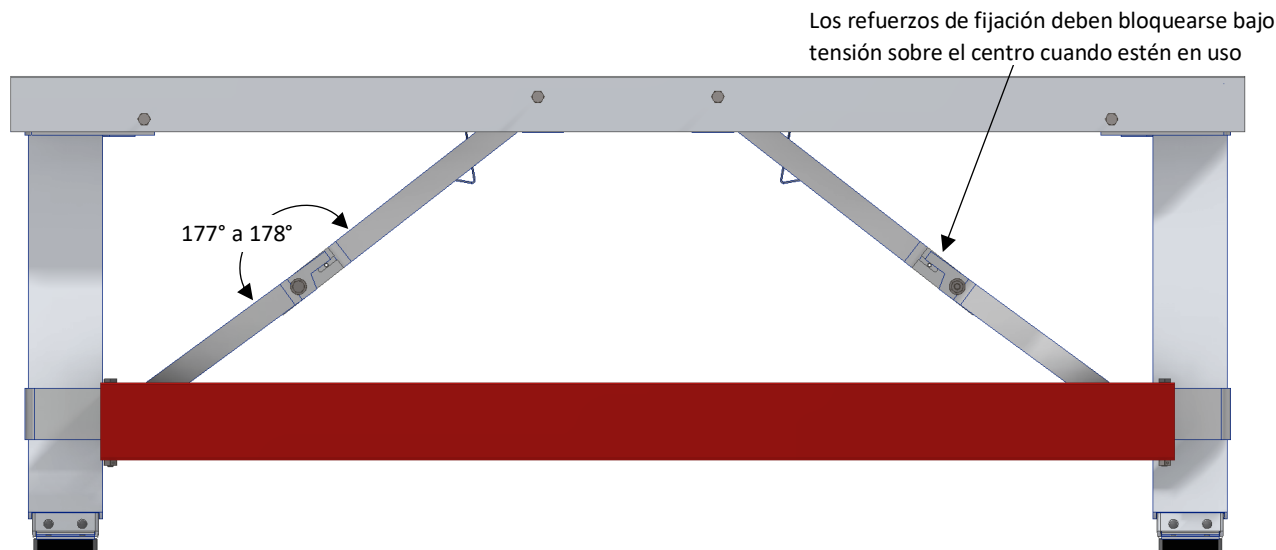

Figura 1
**ADVERTENCIA:** LOS ENSAMBLES DEL REFUERZO DE FIJACIÓN EN EL BANCO PLEGABLE DE ALUMINIO WAL-BOARD® DEBEN ENGANCHARSE Y BLOQUEARSE POR COMPLETO SOBRE EL CENTRO (VEA LA FIGURA 1) ANTES DE INTENTAR USAR EL BANCO PLEGABLE DE ALUMINIO WAL-BOARD®. NO ASEGURARSE DE QUE LOS ENSAMBLES DEL REFUERZO DE FIJACIÓN ESTÉN ENGANCHADOS Y BLOQUEADOS POR COMPLETO SOBRE EL CENTRO ANTES DE INTENTAR USAR EL BANCO PLEGABLE DE ALUMINIO WAL-BOARD® HARÁ QUE EL BANCO PLEGABLE DE ALUMINIO WAL-BOARD® SE DESPLOME Y PROVOQUE UNA LESIÓN GRAVE O LA MUERTE.
7. Verifique que cuando el ensamble del refuerzo de fijación esté bloqueado, esté bajo tensión sobre el centro como se indica en la figura 1.